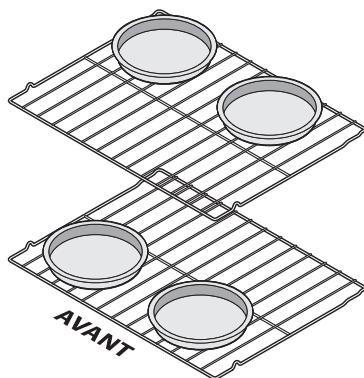

Figure 7 : Positionnement des plats de cuisson sur deux grilles
- Pour la cuisson sur deux grilles, voir à les placer en position **Figure 7**.